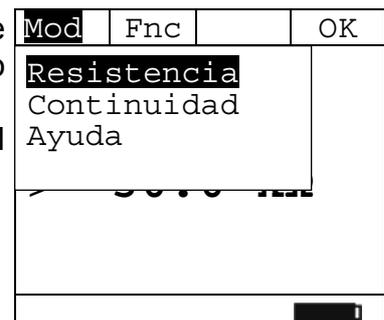

Fig. 13: Medida de resistencia y prueba de continuidad
4. Inserte el cable rojo en el terminal de entrada **VΩ[Ⓜ]**) y el cable negro en el terminal de entrada **COM** y realice las conexiones del instrumento (vea Fig. 13)